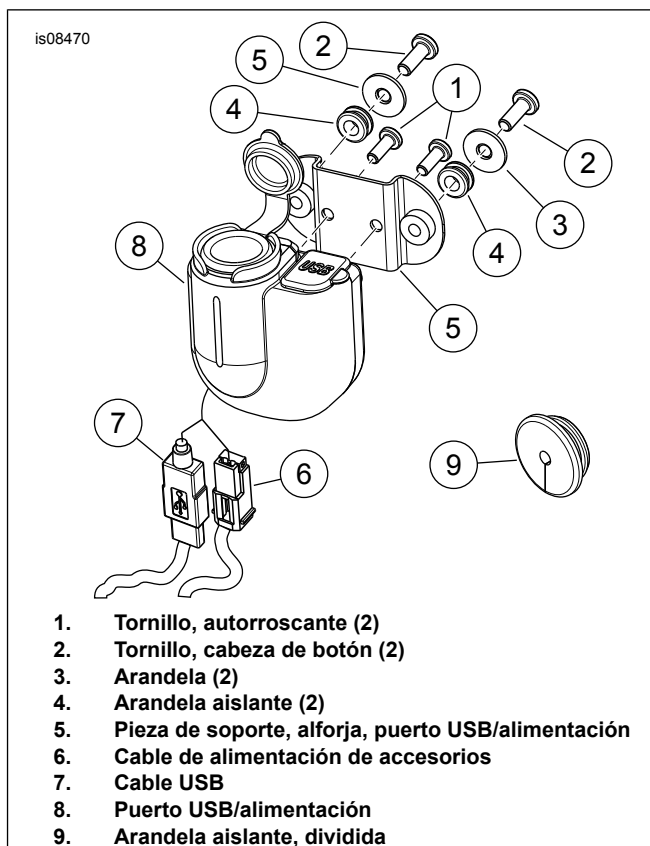

Figura 6. Instalación de la toma USB/12 V para alforja
4. Utilizando la pieza de soporte (5) como plantilla, marque las ubicaciones correspondientes a los dos agujeros de montaje. Marque con un punzón la ubicación correspondiente a la abertura de paso del puerto de alimentación.
5. Vea la Figura 6. Instale la pieza de soporte (5) en el puerto USB/alimentación (8) asegurándola con los tornillos (1).
7. Instale arandelas aislantes de caucho (4) dentro de cada uno de los agujeros de montaje de 9,5 mm (0.38 in) del puerto de alimentación, perforados en el paso anterior.
8. Coloque una arandela (3) en las roscas de cada uno de los tornillos (2). Inserte los tornillos a través de las arandelas aislantes, y coloque una segunda arandela en las roscas de los tornillos.
9. Instale el puerto USB/alimentación (8) en la pared lateral de la alforja con los tornillos (2). Apriete a 2,8–3,3 N·m (25–30 in-lbs).
10. Pase el cable de alimentación de accesorios (6) y el cable USB (7) y el arnés hacia afuera por el agujero de 16 mm (0.62 in) en la pared lateral de la alforja.
11. Instale la arandela aislante dividida (9) con el extremo grande orientado hacia el conector. Encaje la arandela aislante sobre el arnés del puerto de alimentación fuera de la alforja. Presione la arandela aislante dentro del agujero para cables.